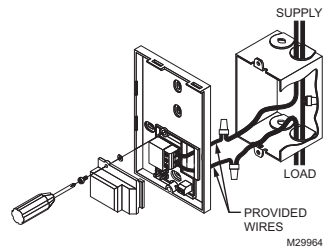

Fig. 2. Routing wires to thermostat.
4. Pass the wires through the opening to the right of the terminals. See Fig. 2. Secure the rear module to an electrical box or to the wall using the supplied wall anchors and screws.
4. Faire passer les fils par l'ouverture à droite des bornes. Voir la Fig. 2. Fixer le module arrière au mur ou à une boîte électrique à l'aide des vis et des chevilles d'ancrage fournies.